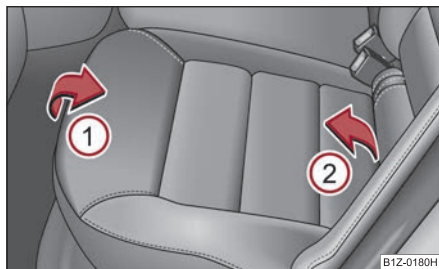

Fig. 82 Plierea scaunului din spate
- Ridicați bancheta din spate în sensul săgeții ① și rabatați-o în față conform săgeții ② ⇒ fig. 82.